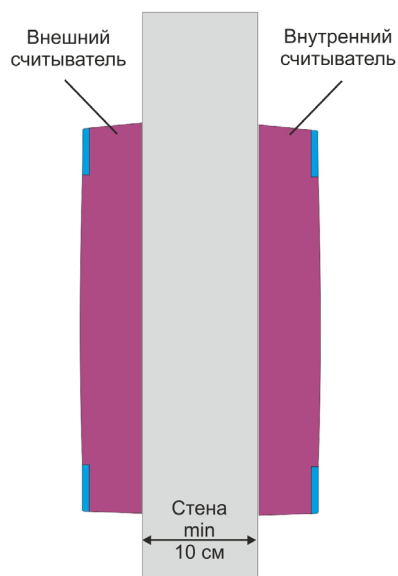

Рисунок 6. Крепление считывателей на одном уровне
- При установке считывателей на одном горизонтальном и вертикальном уровне (рисунок 6) толщина стены должна быть не менее 10 сантиметров.